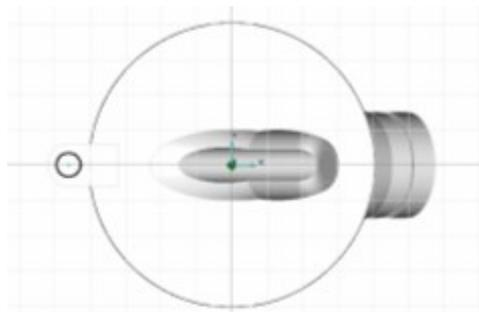

Рис. 2.23 Построение контура отверстия во фланце
6. Нажмите левую кнопку мыши или клавишу «Пробел». Будет построен контур отверстия (рис. 2.23).